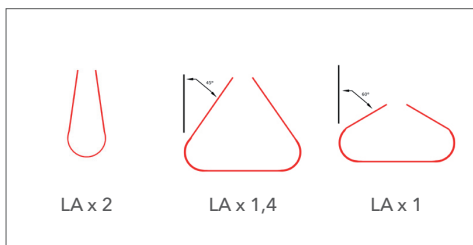

Abbildung 2
C) UMGELEGTE SCHLINGE (SIEHE ABBILDUNG 2)